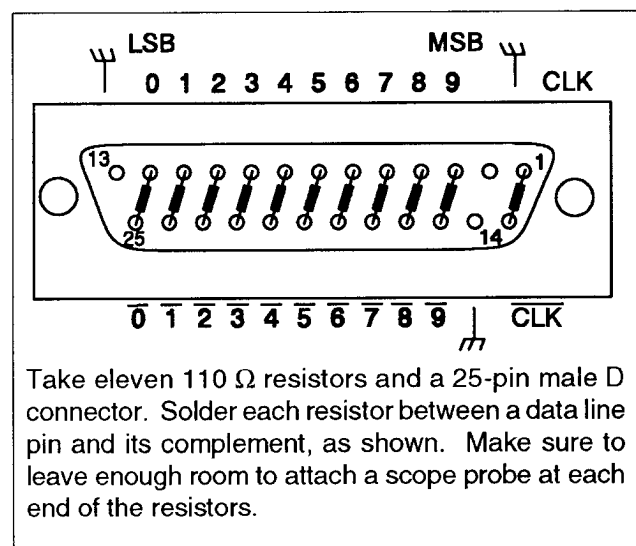

Fig. 5-1. Digital Termination.
18. **Digital Termination.** See Fig. 5-1.